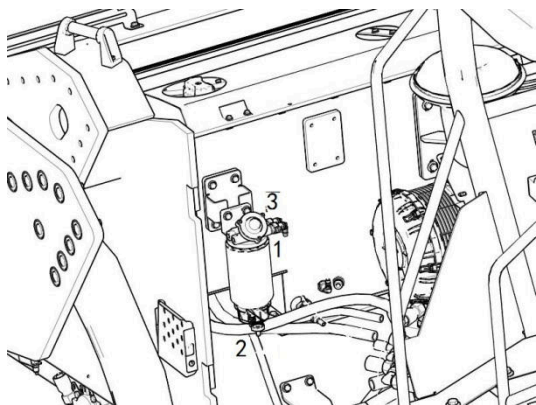

Рис. 3-19 Сигнализация маслостерителя
6. Ополорожнение топливного фильтра предварительной очистки (Рис. 3-19)